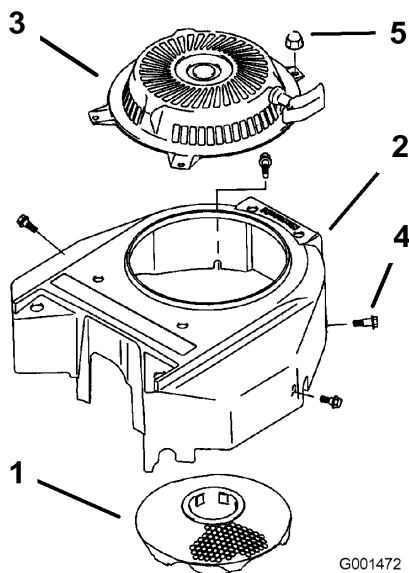

Figure 46
3. Retirez la grille d'entrée d'air, le lanceur et le boîtier du ventilateur (Figure 46).
5. Remettez la grille d'entrée d'air, le lanceur et le boîtier du ventilateur (Figure 46).